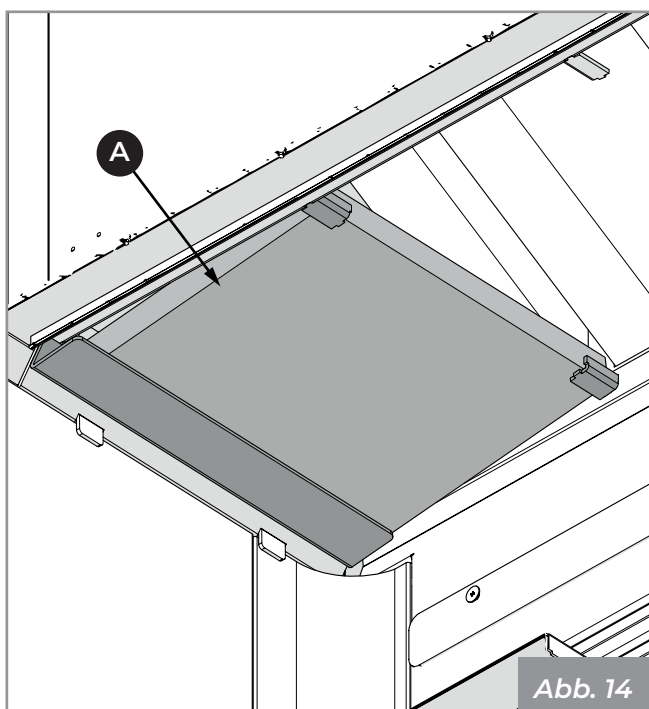

Abb. 14
- 1) Entfernen Sie den unteren Deflektor (A) (Abb. 14).